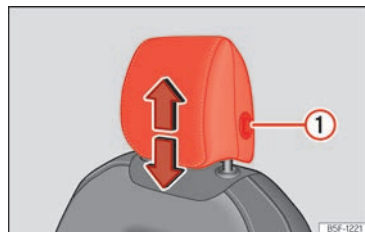
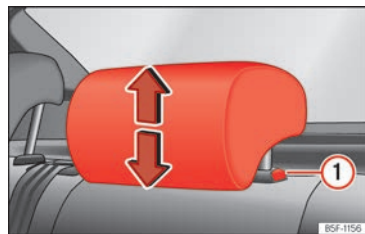

Abb. 97 Vordersitz: Kopfstützeneinstellung.
Abb. 98 Kopfstütze hinten: Kopfstützeneinstellung.
Sie zum Absenken auf gleiche Weise vor und drücken Sie die seitliche Taste ① » » (Abb. 97), » » (Abb. 98).